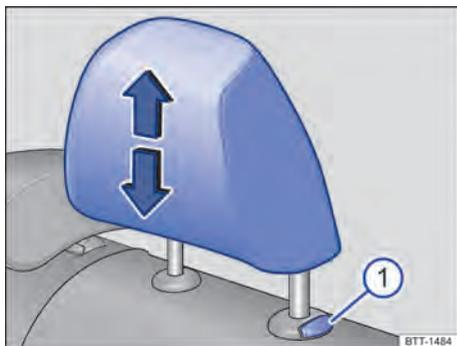

Fig. 74 Segunda fileira de bancos: remover o apoio para cabeça.
- Retirar totalmente o apoio para cabeça com o botão → Fig. 74 ① pressionado.